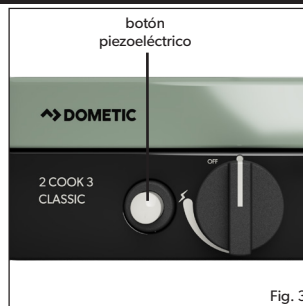

Fig. 3
- Para encender el aparato usando el encendedor piezoeléctrico, presione y gire la perilla de control 90° en sentido antihorario, luego presione el botón piezoeléctrico para encender el gas (vea la Fig. 3). Si el gas no se enciende con la primera chispa, gire la perilla de control nuevamente a la posición "OFF". Vuelva a intentarlo, presionando y girando la perilla de control en sentido antihorario y presionando el botón piezoeléctrico para encender el gas. Si el gas no se ha encendido dentro de los primeros dos o tres segundos, la válvula de control debe cerrarse girando la perilla de control a la posición "OFF".